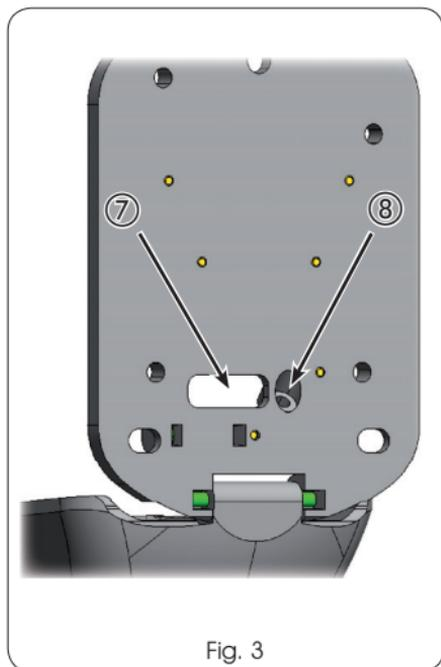

Fig. 3
- In der Fig. 3 ist die Rückseite der Vorrichtung mit dem Langloch für den Durchzug der Stromkabel (Bez. ⑦) und der Aufnahme für das Zugkabel zur manuellen Entriegelung (Bez. ⑧) abgebildet;